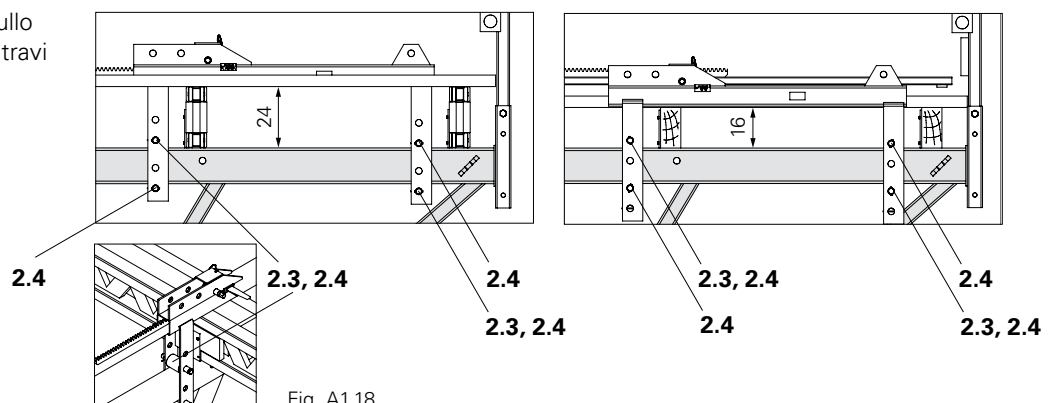

Fig. A1.18
5. Posizionare i due perni (2.4) e il rullo (2.3) a seconda dell'altezza delle travi impalcato (24 cm o 16 cm). (Fig. A1.18)